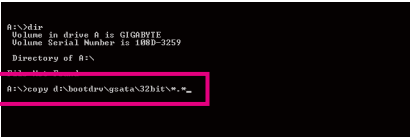

图2
- 若要复制GIGABYTE SATA2控制器的驱动程序，请输入(图2): (注二)